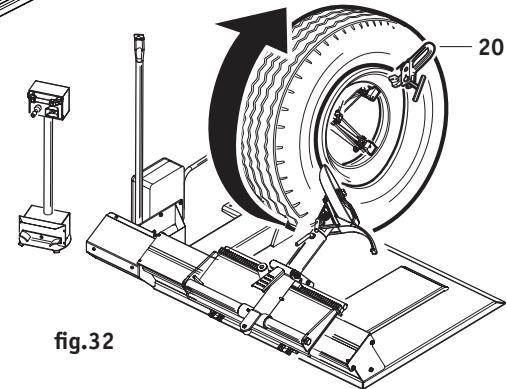

fig.32
Se ciò non fosse possibile, utilizzare l'apposita pinza in dotazione (20) (fig.32) e montare contemporaneamente i due talloni . Per il montaggio del secondo tallone procedere come indicato dal 20 fig. 32
If this is not possible use the special pincers supplied (20, fig. 32) and mount the two beads at the same time. To mount the second bead proceed as shown in fig. 32 (20).
Si cela n'était pas possible, se servir de la pince (20, Fig. 32) et monter les deux talons en même temps. Pour le montage du deuxième talon, procéder selon les indications du n. 20 Fig.32.
Sollten Sie auf diese Weise keinen Erfolg haben, verwenden sie die entsprechende Zange aus dem Standardzubehör (20) (Abb. 32) und montieren die zwei Wülste gleichzeitig. Für die Montage des zweiten Wulstes gehen Sie wie auf Abb. 32 (20) vor.
Si esto no fuera posible, hay que utilizar las tenazas especiales (20) (Fig. 32) y montar contemporáneamente los dos talones. Para montar el segundo talón, actuar como muestra la Fig. 32 (20).